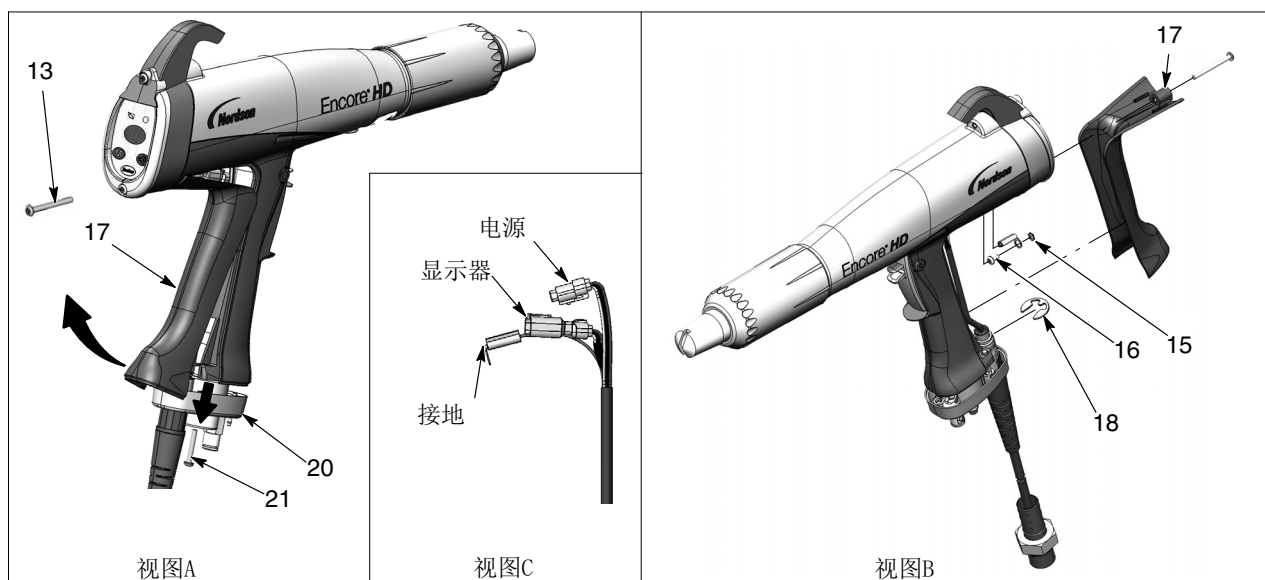

图 6 - 7 更换电缆
6. 参见图6 - 7，视图B。拆下M3 x 8螺钉、止动垫圈(16, 15)，并从接地垫上拆下接地端子。
8. 参见图6 - 7，视图C。将电缆连接器从手柄中拉出。在电源和显示连接器的插槽中插入一个小号平口螺丝刀以拨开卡扣，然后将其断开。